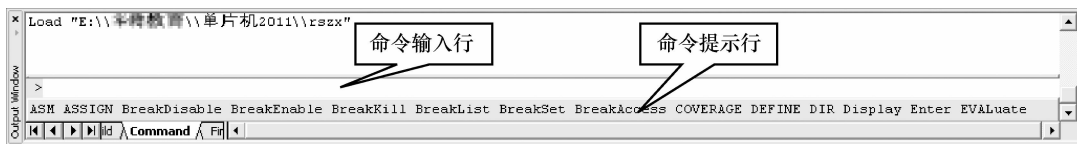

图 2-5 调试状态下命令窗口
(1)命令窗口。调试状态下,单击 View 菜单,选择 Output Window 选项,弹出输出窗口,单击 Command 标签,可出现如图 2-5 所示命令窗口。